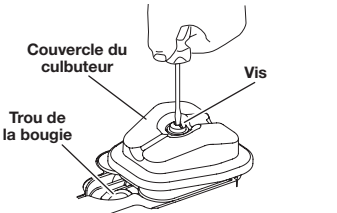

Fig. 29
- Retirez la vis maintenant le couvercle du culbuteur à l'aide de l'outil approprié (Fig. 29). Retirez le couvercle du culbuteur et le joint.
- le piston est au sommet de sa course en inspectant le trou de la bougie (Fig. 29) ;
- Remettez en place le couvercle du culbuteur en utilisant un nouveau joint (Fig. 29). Serrez la vis à : 20–30 in•lb (2,2–3,4 N•m).